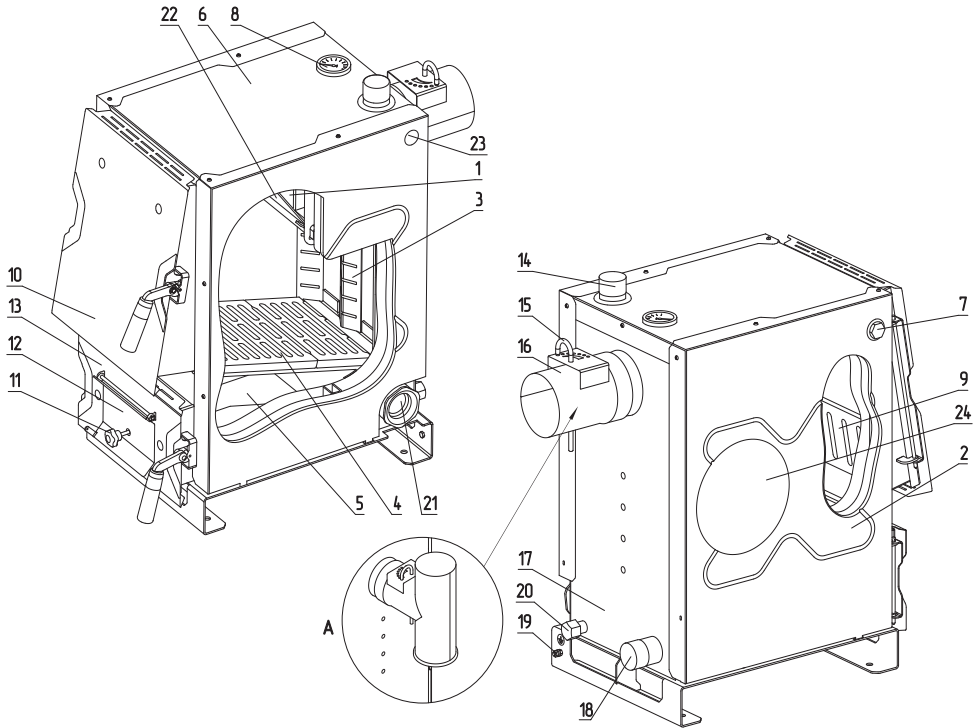

Рис.1 Устройство котла ZOTA Master-X
- Эксплуатировать котел без установленного зольного ящика (**Рис.1, поз.5**);
- Эксплуатировать котел без установленной шуровочной решетки (**Рис.1, поз.9**);